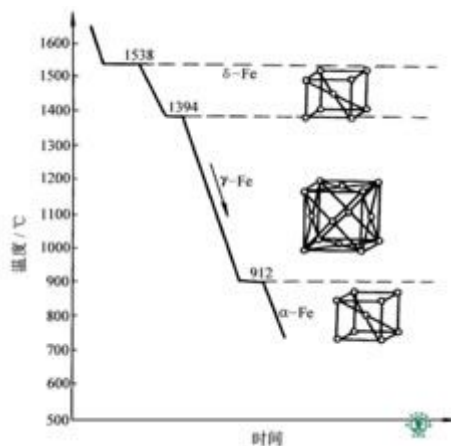

图 2-8 纯铁的冷却曲线及晶体结构的变化
**点缺陷：**指原子排列的不规则区域在空间三个方向上尺寸都是很小的一种缺陷，如空位、间隙原子和置换原子(见图 2-8)。